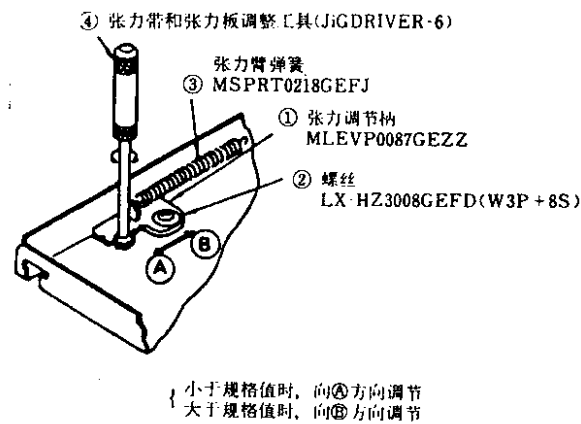

图1-13
1. 如果所测磁带张力小于规定值, 应按图1-13所示, 沿箭头→④方向用张力带和张力板调整工具④, 调节张力调节板的位置, 然后用螺丝②紧固。
2. 如果所测磁带张力大于规定值, 则按图1-13所示, 沿箭头→③方向用张力带和张力板调整工具④, 调节张力调节板的位置, 然后用螺丝②紧固。